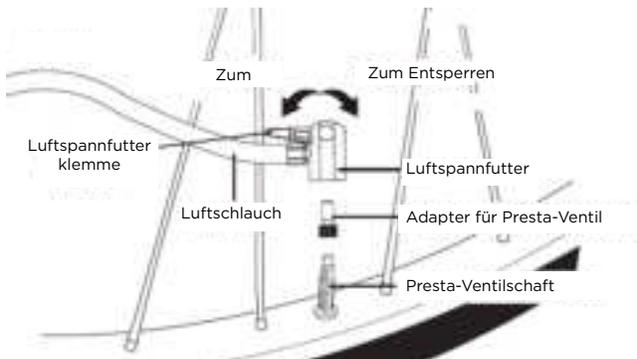

Abb. 9
2. Schrauben Sie den Presta-Ventiladapter so auf den Ventilschaft, dass das größere offene Ende zum Rad zeigt (Abb. 9).
3. Klemmen Sie das Ende des Luftspannfutters auf den Presta-Ventiladapter, indem Sie die Luftspannfutterklemme nach unten drücken, bis sie einrastet (Abb. 9).